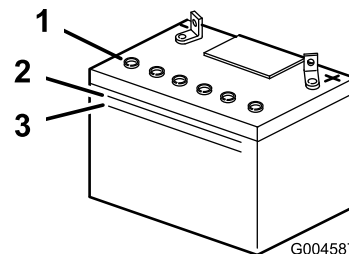

Figure 29
- Observez le côté de la batterie. Le niveau de l'électrolyte doit atteindre le trait supérieur (Figure 29).
Remarque: Le niveau d'électrolyte ne doit pas descendre au-dessous du trait inférieur (Figure 29).
- Enlevez les bouchons d'aération de la batterie (Figure 29)
- Versez de l'eau distillée avec précaution dans chaque élément jusqu'au repère supérieur (Figure 29) sur le côté de la batterie.
- Attendez 5 à 10 minutes après avoir rempli les éléments. Au besoin, ajoutez de l'eau distillée pour amener le niveau jusqu'au repère supérieur sur le côté de la batterie (Figure 29) .